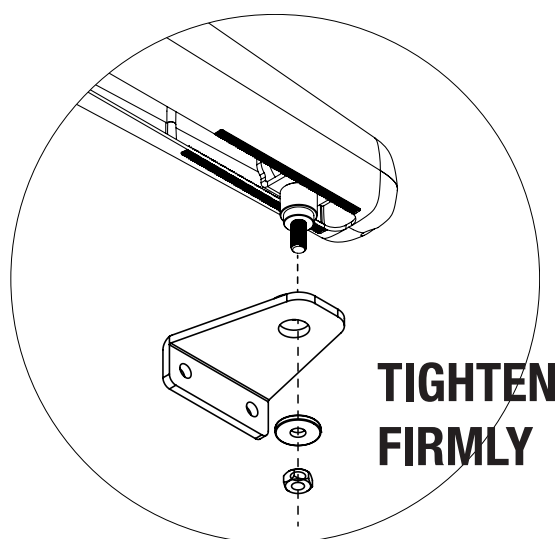

Fig. 8
1. Installer la plaque d'ancrage sur le piston. Insérer la rondelle, serrer fermement le boulon (Fig. 8).